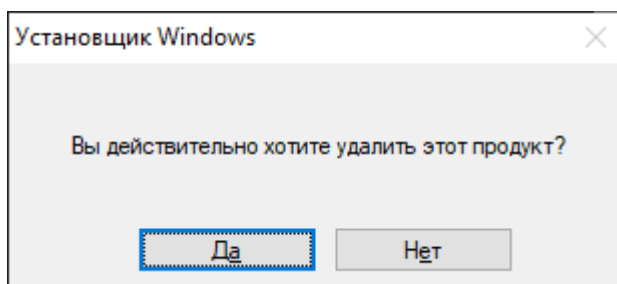

Рисунок 10.1 – Окно подтверждения удаления изделия
10.1.3 В результате выполнения команды удаления откроется окно установщика Windows, в котором необходимо подтвердить операцию удаления изделия (рисунок 10.1).